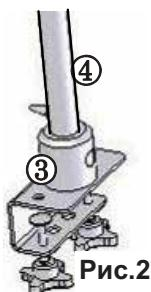

Рис.2
2. При использовании струбцины вставить во втулку (3) трубу-стойку (4) и закрепить винтом M8×35, рис.2.